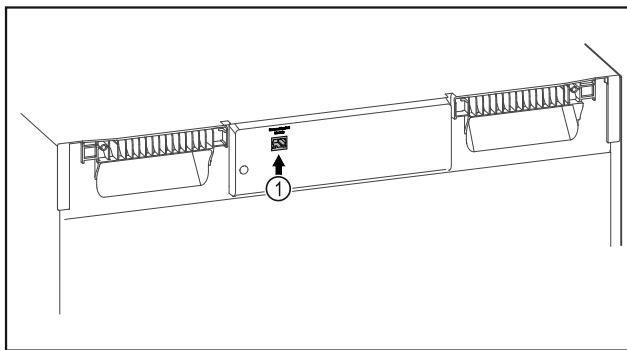

Fig. 154
- SmartModule Fig. 154 (1) ist eingesetzt.